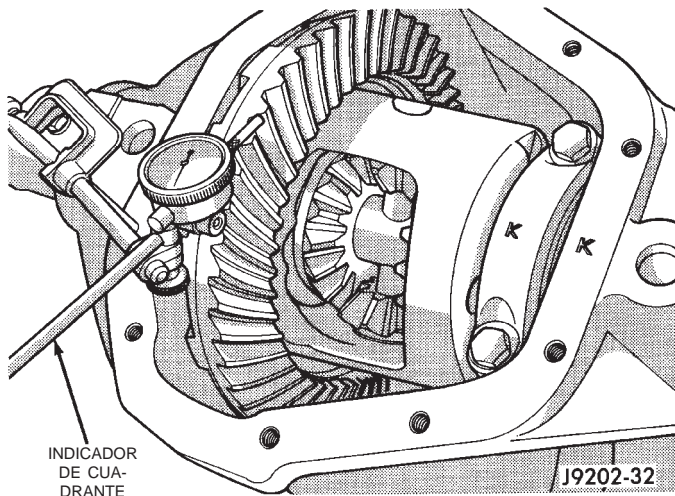
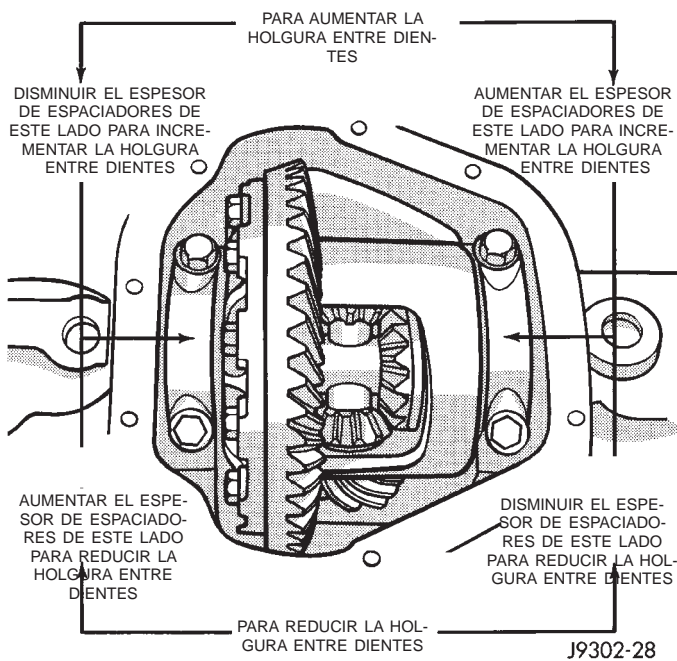

Fig. 88 Medición de la holgura entre dientes de la corona
Fig. 89 Ajuste de espaciadores para la holgura entre dientes
(26) Reste 0,2 mm (0,008 pulg.) del valor registrado para compensar la holgura entre dientes entre la corona y el piñón satélite. Este total es el espesor de espaciador necesario para lograr la holgura entre dientes adecuada.
(27) Reste el espesor de espaciadores para la holgura entre dientes del espesor total de espaciadores para el ajuste previo. El resultado es el espesor de espaciadores necesario en el lado del piñón de la caja del eje.
(28) Gire el indicador de cuadrante alejándolo del pasador de guía.
(29) Retire la caja del diferencial y los cojinetes de prueba de la caja del eje.
(30) Instale conos y cubetas de cojinetes laterales nuevos en la caja del diferencial.
(31) Instale el separador W-129-B en la caja del eje y abra la abertura del eje lo suficiente como para recibir la caja del diferencial y los espaciadores de cojinetes laterales.
(32) Coloque los espaciadores de cojinetes laterales en la caja del eje contra los extremos del tubo del eje.
(33) Instale la caja del diferencial en la caja del eje.
(34) Retire el separador de la caja del eje.
(35) Gire la caja del diferencial varias veces para asentar los cojinetes laterales.
(36) Coloque el émbolo del indicador contra un diente de la corona (Fig. 88).
(37) Empuje y sostenga la corona hacia arriba para impedir que gire el piñón satélite.
(38) Coloque en cero la aguja del indicador de cuadrante.
(39) Empuje y sostenga la corona hacia abajo para impedir que gire el piñón satélite. La lectura del indicador de cuadrante debería estar entre 0,12 mm (0,005 pulgadas) y 0,20 mm (0,008 pulgadas). Si la holgura entre los dientes de la corona no cumple con las especificaciones, transfiera el espesor necesario de un lado de la caja del eje al otro (Fig. 89).
(40) Verifique el descentramiento del diferencial y la corona midiendo la holgura entre los dientes de la corona y el piñón satélite en distintos lugares alrededor de la corona. Las lecturas no deberán variar en más de 0,05 mm (0,002 pulgadas). Si las lecturas varían más de lo que indican las especificaciones, la corona o la caja del diferencial están defectuosas.